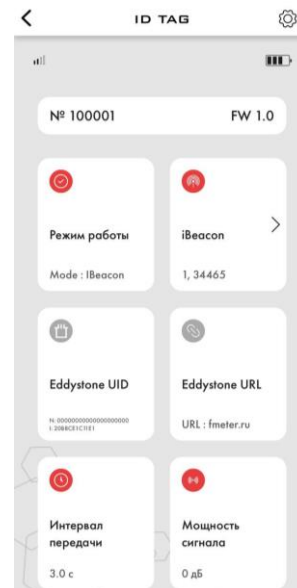

Рисунок 5 - Основное меню настроек метки
- После успешного подключения к устройству откроется Основное меню настроек метки (рисунок 5);